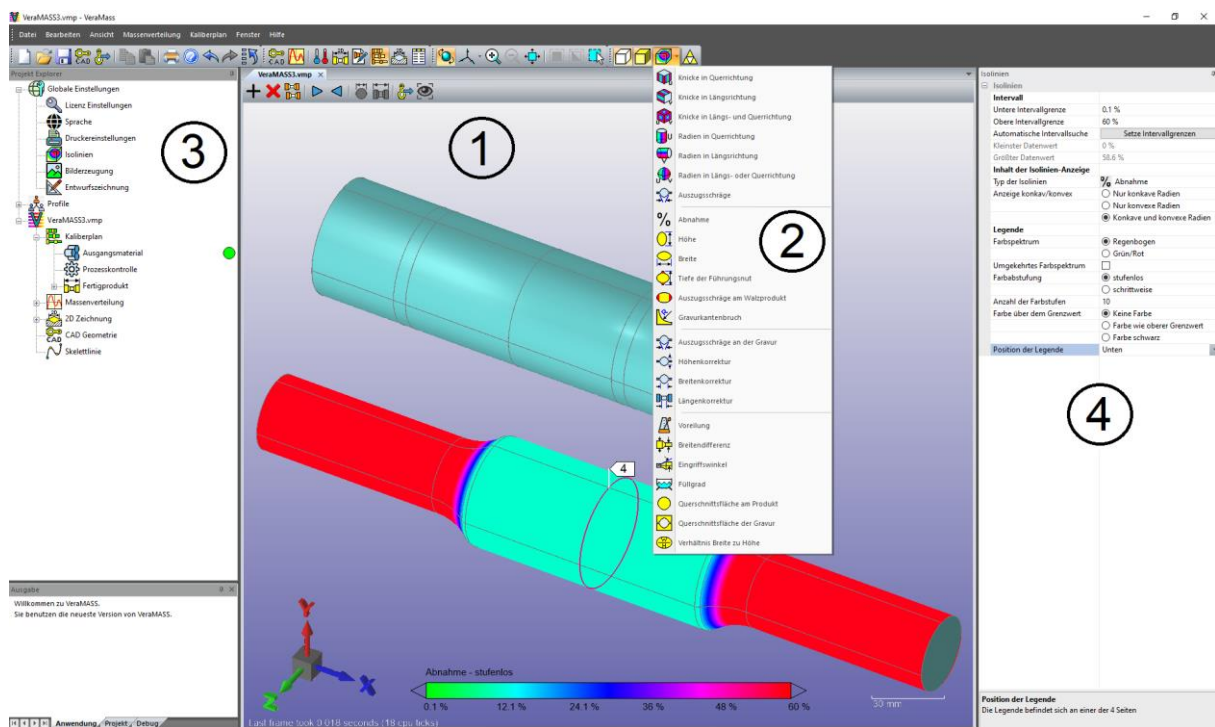

Bild1: Isolinien Darstellung und zugehörige Benutzeroberfläche.
2. Mit diesem Ikon, bzw. dem angefügten Drop-Down Menü wird angegeben, welchen Wert die Isolinien darstellen sollen (s. Liste der Isolinien Modi). Für das Bild 1 wurde die Auswahl „Abnahme“ geklickt.